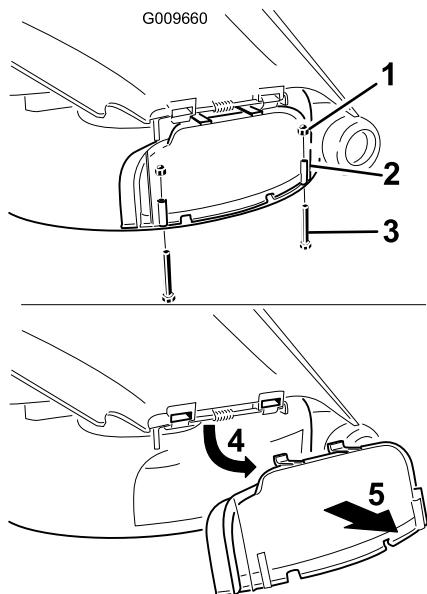

Figura 29
- Remova os 2 parafusos e porcas que fixam a cobertura de descarga ao cortador (Figura 29).